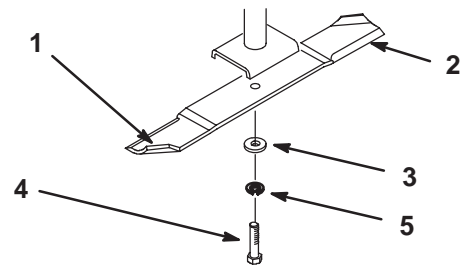
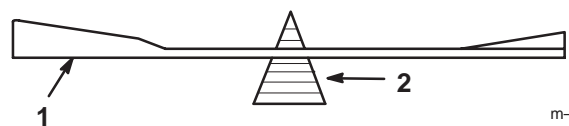

Figure 32
Figure 34
Tenez la lame à son extrémité avec un chiffon ou un gant épais. Retirez l'écrou de lame, la rondelle plate, la rondelle fendue et la lame de l'axe (Fig. 32).
2. Vérifiez l'équilibre de la lame en la plaçant sur un équilibreur (Fig. 34). Si la lame reste horizontale, elle est équilibrée et peut être utilisée. Si la lame est déséquilibrée, limez un peu l'extrémité de la partie incurvée seulement (Fig. 32). Répétez la procédure jusqu'à ce que la lame soit équilibrée.
1. Placez la lame sur l'axe (Fig. 32).
2. Installez la rondelle plate, la rondelle-frein et le boulon de lame (Fig. 32). Le boulon de lame doit être serré à 115–150 Nm.